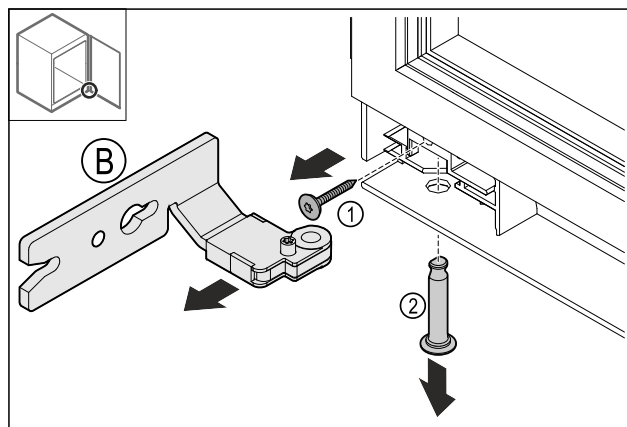

Fig. 16
- Извлеките винт Fig. 16 (1).
- Извлеките палец Fig. 16 (2).
► Извлеките шарнир Fig. 16 (B).